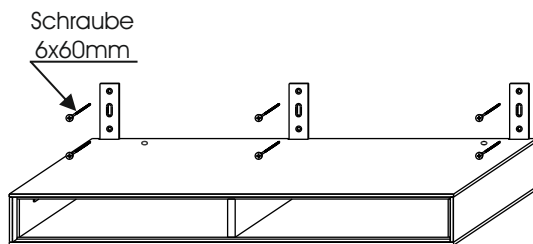

Abb. 5
7. Damit das Möbel voll belastet werden kann, müssen Sie die Träger mit je zwei weiteren Schrauben fixieren. Verwenden Sie hierzu die 6x60mm Schrauben und die 8mm Kunststoffdübel. (Abb.5)